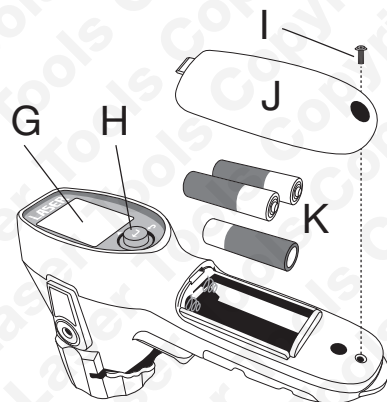

Fig. 3
- Batterien einlegen (siehe Abb. 3). Drei AA-Batterien mit 1,5 V Spannung befinden sich im Lieferumfang.